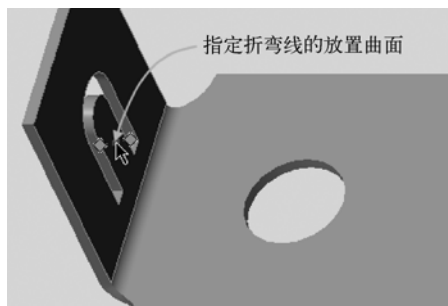

图 5-74 指定折弯线的放置曲面
(1) 单击 (折弯) 按钮，打开“折弯”选项卡。
(2) 在“折弯”选项卡中单击 (折弯线另一侧的材料) 按钮，并单击 (角度折弯) 按钮，且设置折弯角度为“90°”。
(3) 指定折弯线的放置曲面 (折弯曲面)，如图 5-74 所示。